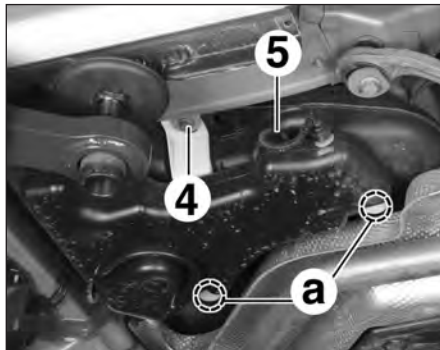

FIG.93
- Déposer la vis (4) (Fig.93).
- le tuyau de mise à l'air libre (5) du réservoir d'additif sur le réservoir de carburant,
- Débrancher le tuyau de mise à l'air libre (5) du réservoir (Fig.93).
- Débrancher le tuyau de mise à l'air libre (5) (Fig.93).